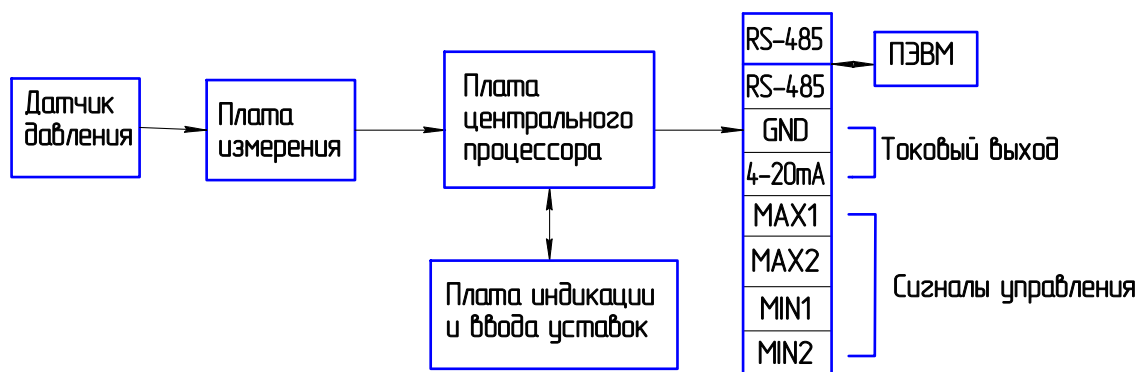

Рис.1. Структурная схема измерителя ПРОМА-ИДМ.
1.3.1. Структурная схема измерителя приведена на рис.1.